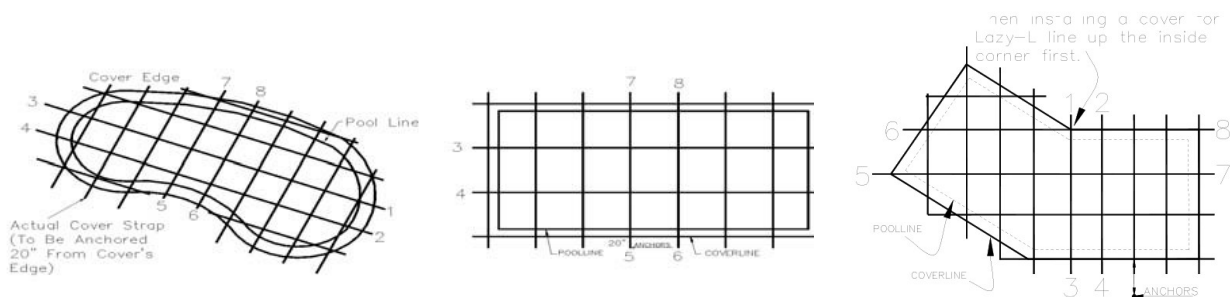

figura 2
Step 4: individuare i punti di ancoraggio per le cinghie numerate da 1 a 4 sulle istruzioni di ancoraggio (vedi figura 2). Misurare e contrassegnare le posizioni dei punti di ancoraggio sul perimetro esterno della piscina a 50 cm dal bordo della copertura (56 cm per le coperture delle piscine olimpiche).
Step 5: installare le ancore (vedere pagina 2) e collegare le molle (vedere pagina 3) per le cinghie numerate 1-4 nell'ordine mostrato in figura 2. Per garantire la misura adeguata, seguite la guida sulla compressione delle molle a pagina 3.
Step 6: Individuare ed installare le ancore e le molle per le cinghie numerate 5-8 nell'ordine mostrato in figura 2 .